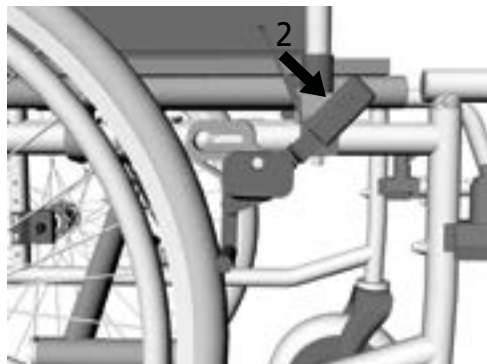

bild 13
2. Tryck bromsspaken ytterligare en bit framåt tills du känner ett tydligt klick (2, bild 13).